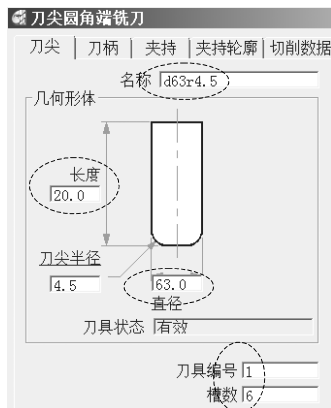
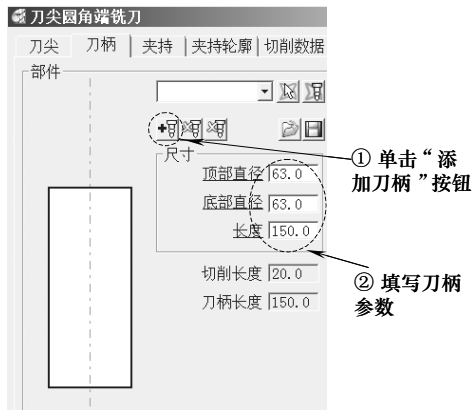

图 7-7 设置刀尖部分参数
图 7-8 设置刀柄部分参数
(2) 创建粗加工刀具 在 PowerMILL 资源管理器中,右击“刀具”树枝,在弹出的快捷菜单条中选择“产生刀具”→“刀尖圆角端铣刀”,打开“刀尖圆角端铣刀”表格,按图 7-7 所示设置刀尖部分的参数。单击“刀尖圆角端铣刀”表格中的“刀柄”选项卡,按图 7-8 所示设置刀柄部分参数。